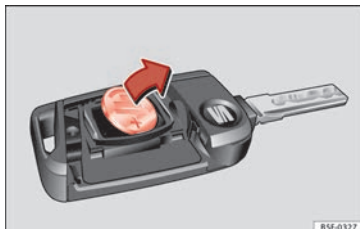

Fig. 117 Clé du véhicule : retirez la pile.
- Retirez la pile du compartiment à l'aide d'un objet fin approprié » fig. 117.
- Placez la pile neuve comme indiqué » fig. 117 et appuyez-la contre le logement des piles dans le sens contraire de la flèche » ⚠.